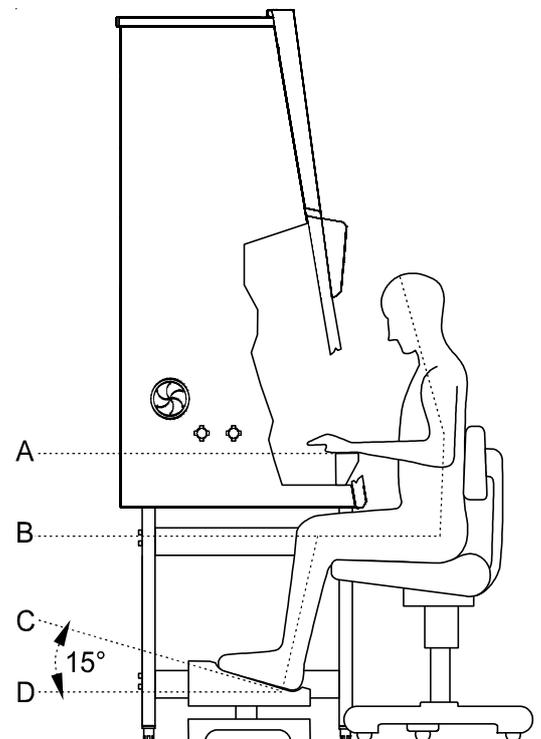

Fig. 15
**Fig. 15:** Per prevenire rischi per la salute, durante fasi di lavoro prolungate al banco di sicurezza usare una sedia da lavoro regolabile in altezza il cui schienale d'appoggio sia regolabile.